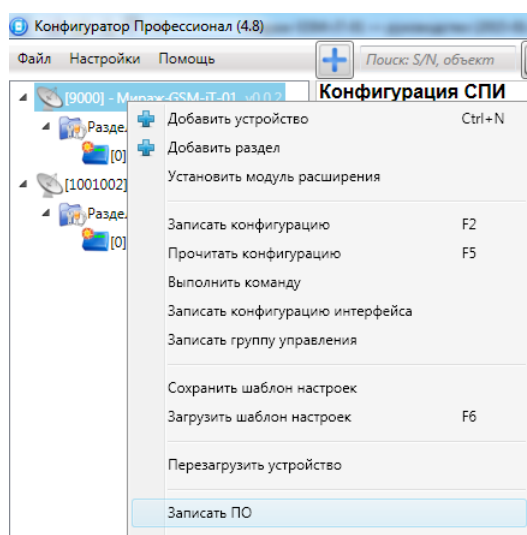

Рис. 8.2. Контекстное меню устройства, выбор функции *Записать ПО*
2. Щелкните правой кнопкой мыши по строке группы параметров ПКП устройства (контроллера / СКП / СМКУ) в дереве устройств и в появившемся меню выберите *Записать ПО* (рис. 8.2).